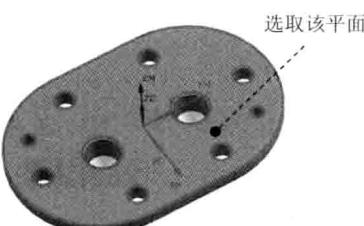

图 1.6 指定顶面
(1) 单击“定心钻孔”对话框 **指定孔** 右侧的 按钮，系统弹出“点到点几何体”对话框，单击 **选择** 按钮，系统弹出“点位选择”对话框，单击 **面上所有孔** 按钮，系统弹出“选择面”对话框。
(2) 在图形区选取图 1.6 所示的面，分别单击“选择面”对话框与“点位选择”对话框中的 **确定** 按钮，然后再单击“点到点几何体”对话框中的 **优化** 按钮、
Step2. 指定顶面。单击“定心钻孔”对话框**指定顶面**右侧的**...**按钮，系统弹出“顶部曲面”对话框；在“顶部曲面”对话框的**顶面选项**下拉列表中选择**面**选项，然后选取图 1.6 所示的面；单击“顶部曲面”对话框中的**确定**按钮，返回“定心钻孔”对话框。